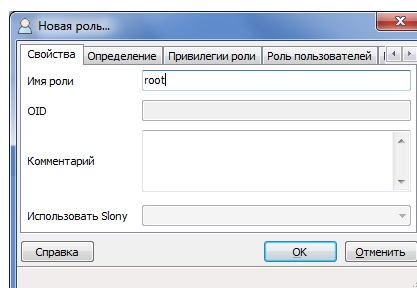

Рис. 3.15. Создание новой роли (вкладка *Свойства*)
- На вкладке *Свойства* введите **root** в поле *Имя роли* (Рис. 3.15)